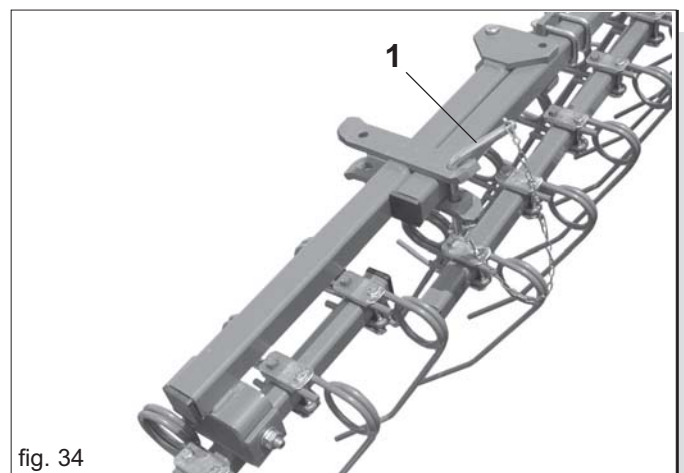

fig. 34
- 4) Deschideți aripile laterale ale grapei pe mașinile rabatabile (GIGANTE) și blocați-le cu ajutorul știfturilor furnizate (1 Fig. 34).